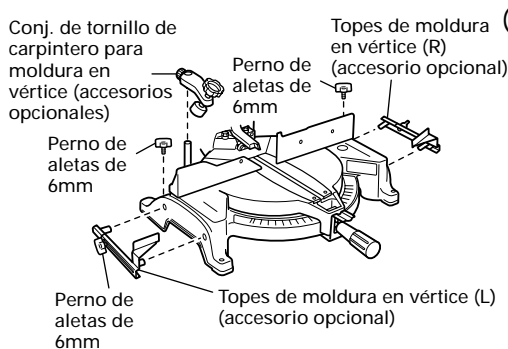

Fig. 30-a
- (1) Las topes de moldura en vértice (L) y (R) (accesorios opcionales) permiten facilitar los cortes de la moldura en vértice, sin inclinar la hoja de sierra. Instálaslas en ambos lados de la base, tal como se muestra en la Fig. 30-a. Después de la inserción, apriete el perno de perilla de 6mm para asegurar los topes de moldura en vértice.